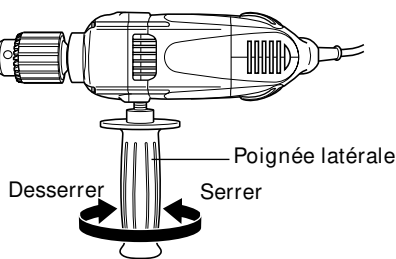

Fig. 5
8. Installation de la poignée latérale (Fig. 5)